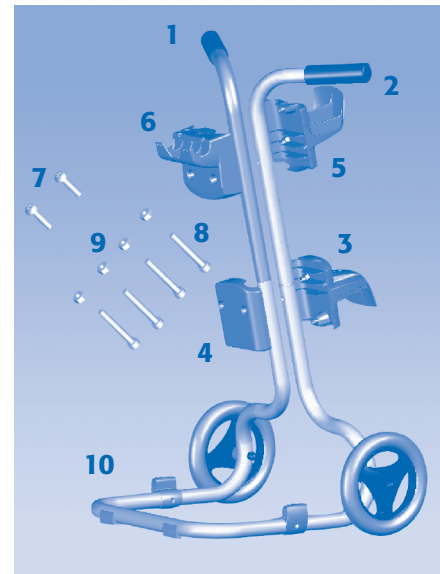

Figura 1
a) Introduzca los tubos superiores (1) y (2) en la parte inferior del carro. Los tubos deben orientarse del lado del gancho del cable como se indica en la **figura 1**.